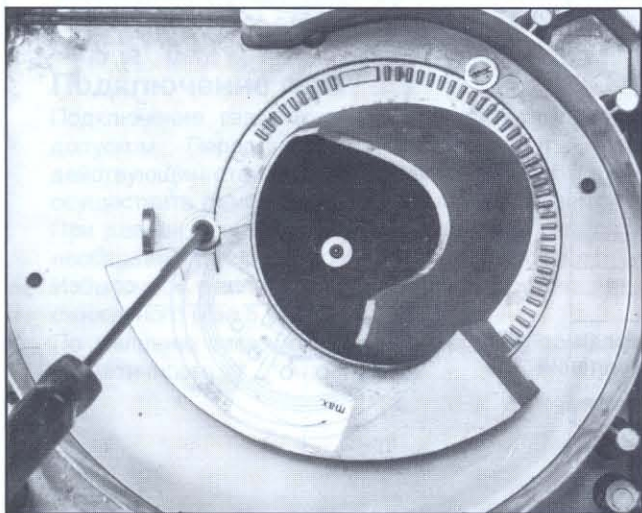

Рис. 1: Входное воздушное сопло
2. Изменение параметров вентилятора с помощью регулируемого входного воздушного сопла - рис.1. **Преимущества:** Газовая горелка работает в области оптимальной характеристики вентилятора
Настройка входного воздушного клапана - рис. 1